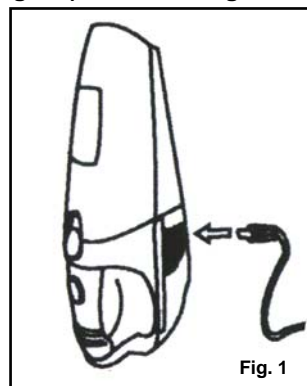

Fig. 1
**Nota:** Se alcanzará el rendimiento máximo únicamente luego de haber cargado y descargado la unidad dos (2) o tres (3) veces.
4. La luz indicadora de carga se encenderá verde para indicarle que la aspiradora se está cargando. ( Fig. 1)